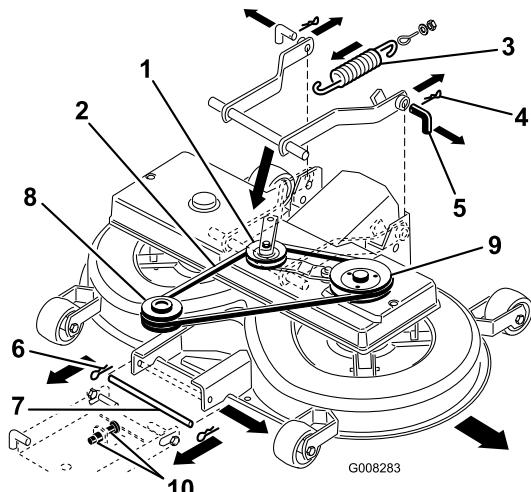

Figure 43
2. Enlevez l'ensemble poulie à courroie trapézoïdale et bras de tension (Figure 43).
- Tirez l'ensemble bras de tension vers l'intérieur et ôtez la courroie trapézoïdale de la poulie (Figure 43).
9. Décrochez le ressort du levier d'engagement (Figure 43).
11. Retirez les goupilles fendues des 2 goupilles arrière et enlevez ces dernières (Figure 43).
12. Retirez la goupille fendue de la goupille avant et enlevez cette dernière (Figure 43).
13. Enlevez la courroie trapézoïdale de la poulie du moteur (Figure 43).
7. Placez la goupille inférieure de la suspension de réglage avant dans la position inférieure des fentes, en réglant les 2 écrous (M12) sur la suspension avant (Figure 43).